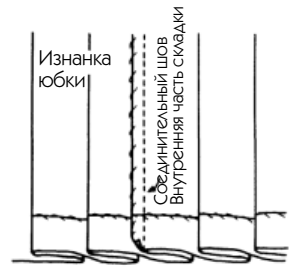

Рис. 472
4. Соедините между собой каждую часть плиссировки вдоль внутренней части складок, как показано на рис. 472, стараясь с точностью совместить горизонтальные полоски (для этого взгляните на рис. 85).
3. Соедините каждую из частей внутри складки (см. рис. 472).